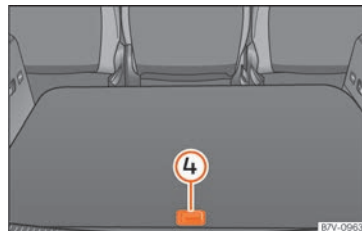

Abb. 192 Weitere Ablagefächer im Gepäckraumboden.
| Ablage hinten öffnen » Abb. 192 ④: | ▷ Hinteren Teil des Gepäckraumbodens mit dem Griff nach oben ziehen. |